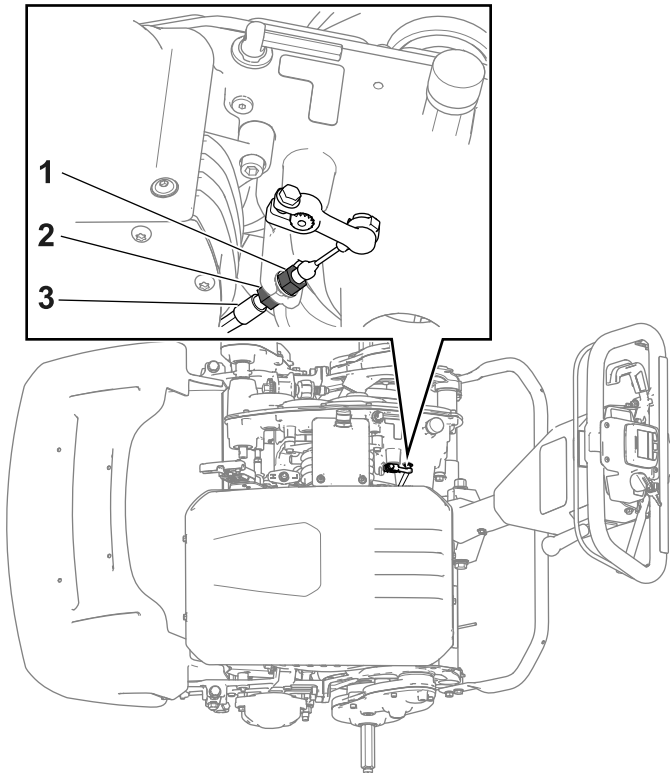

图 35
- 要增加拉线的张力应拧松前拉线锁紧螺母同时拧紧后锁紧螺母图 35。必要时重复步骤 2 调节张紧力。
- 要减少拉线的张力应拧松后锁紧螺母同时拧紧前拉线锁紧螺母图 35。必要时重复步骤 2 以调节张紧力。